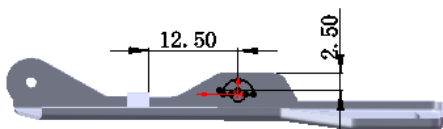

图 13.4.37 编辑草图
(4) 编辑草图，如图 13.4.37 所示。退出草图环境，完成成形特征 2 的创作。